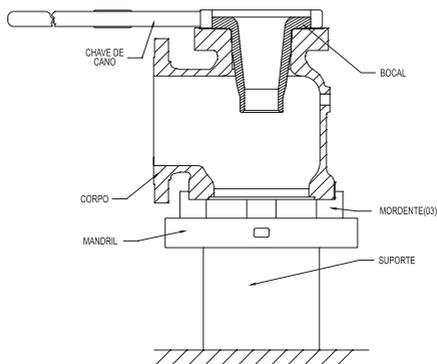

Figura 08
6.1.14 O bocal também poderá ser removido do corpo, utilizando-se uma chave de cano grande (Figura 08).